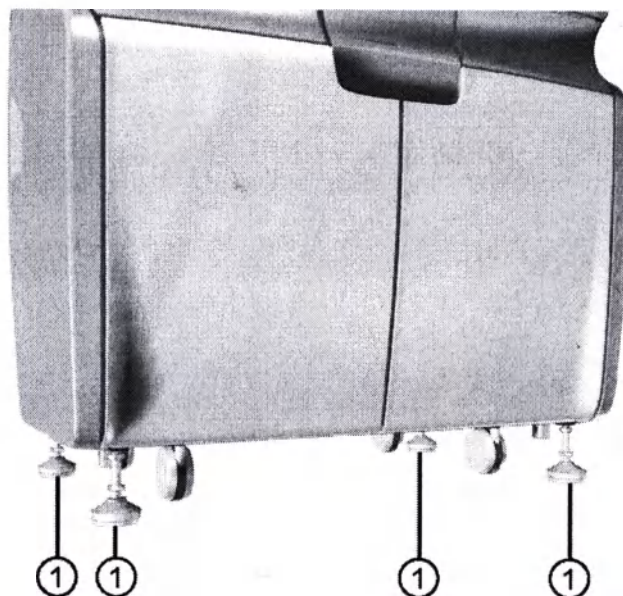
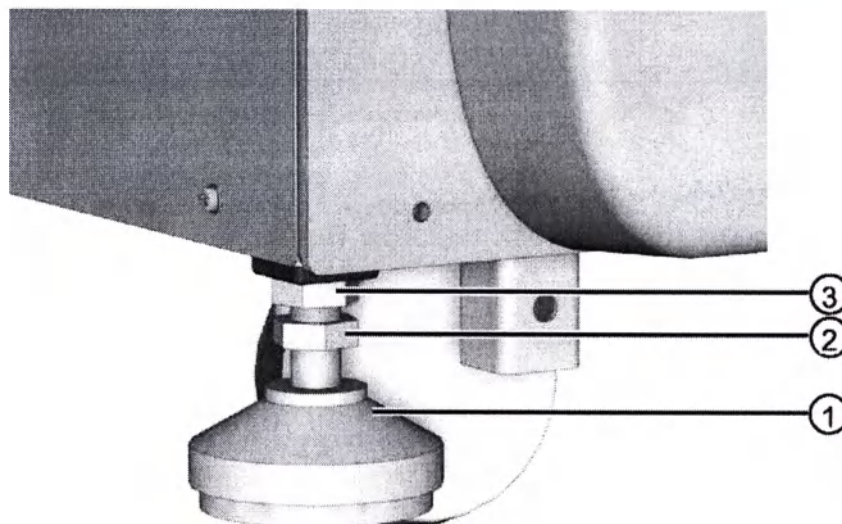

Рис. 4 Регулировочные ножки
Рис. 5 Законтривание ножек
Фиксация положения	Продвиньте прибор на место его установки, плавно толкая его. Прибор установлен на колеса для возможности перемещения. Зафиксируйте прибор на его позиции. Открутите четыре регулировочные ножки (1) до касания пола (см. Рис. 4). Выставьте прибор по уровню, ввинчивая или отвинчивая ножки. Используйте ключ для вращения гайки (2) (см. Рис.5), когда ножки упрутся в пол. Когда выровняете прибор, законтрите ножки контровой гайкой, уперев её в верхний край. Не вывинчивайте ножки слишком сильно, иначе они могут выкрутиться из прибора.